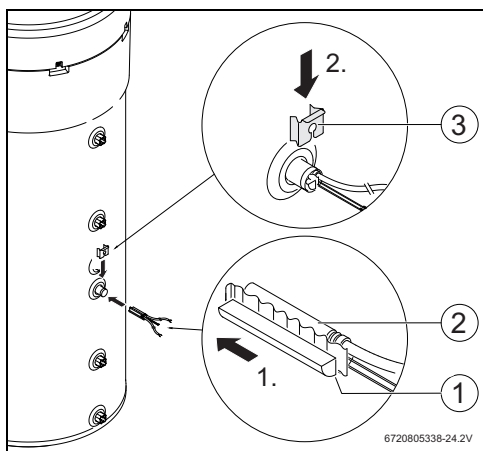

Fig. 11
- ▶ Monter le kit de montage (fig. 11, [1]), la sonde de température raccordée à l'accessoire (fig. 11, [2]) et positionner comme indiqué dans la fig. 11.
- ▶ Installer le clip de fixation (fig. 11, [3]).